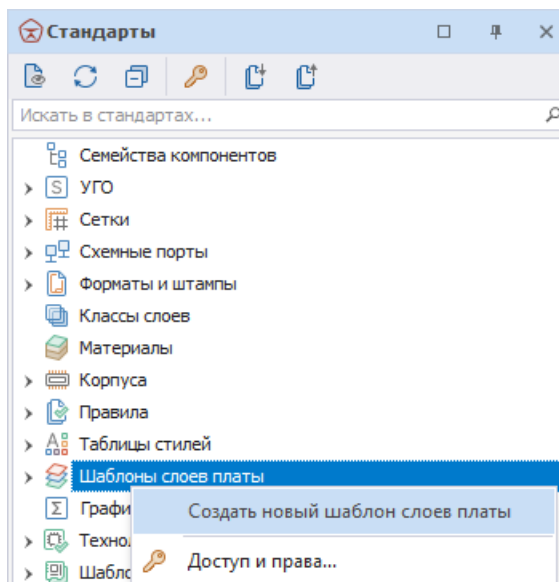

Рис. 111 Создание шаблона слоев платы
2. Вызовите контекстное меню с узла «Шаблоны слоев платы» и выберите пункт «Создать новый шаблон слоев платы», Рис. 111.